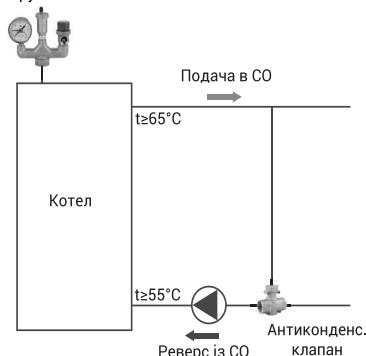
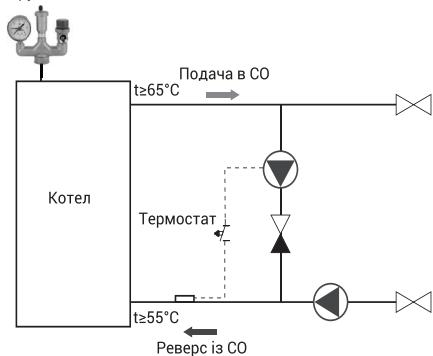
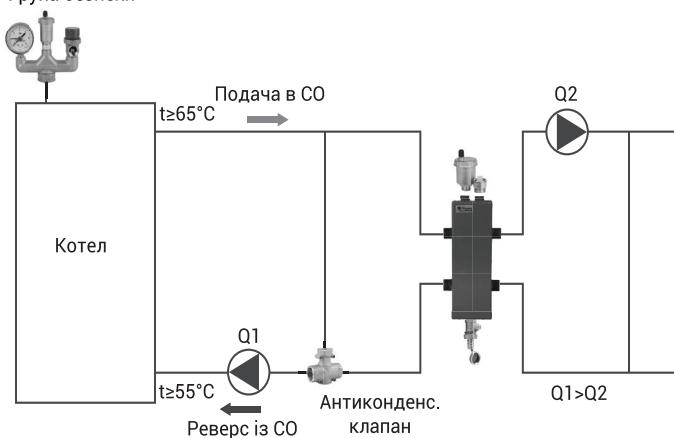

Рис. 2. Схема з байпасом та антиконденсаційним клапаном
Рис. 3. Схема з байпасом та насосом
Рис. 4. Схема з гіdraulічним роздільником
Для правильного під'єднання котла до опалювальної системи необхідно дотримуватися таких умов: температура в котлі не повинна бути нижче 65 °C, а температура води на поверненні в котел – не нижче 55 °C. Це обумовлено конденсацією водяної пари на холодних стінках котла (так зване потіння котла), що викликає скорочення терміну його служби. Це явище можна попередити, якщо встановити вищу температуру води в котлі і регулюючи температуру в окремих приміщеннях за допомогою терmostатичних клапанів або застосуванням змішувальних систем, наприклад у вигляді обхідного містка (рис. 2), дозуюче-zmішувального насоса (рис. 3), гіdraulічного роздільника (частковий захист) особливо в великих системах центрального опалення з великою кількістю води (рис. 4).
3. Для запобігання утворенню конденсату в котлі необхідно в системі забезпечити температуру води патрубку повернення не нижче 55 °C. Схеми захисту наведені на рис. 2 та рис. 3.